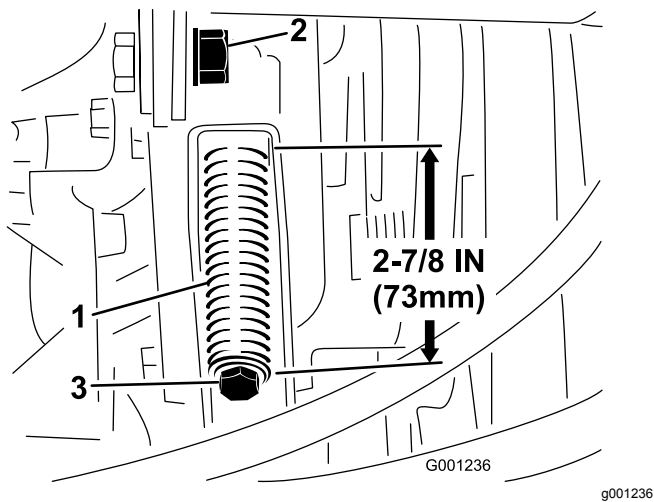

Figura 73
3. Desaperte a porca de retenção da barra de tensão (Figura 73).
4. Utilize uma chave de porcas com uma abertura de 1/2 pol. para apertar ou desapertar a mola tensora (Figura 73). Ajuste a mola de modo a ficar com um comprimento de 73 mm.
4. Utilizando uma chave de porcas com uma abertura de 1/2 pol., desaperte até ao fim a mola tensora da correia (Figura 73).
6. Instale a nova correia da tomada de força e ajuste a tensão da mola da polia para 73 mm de comprimento (Figura 73).
7. Aperte a porca de retenção (Figura 73) e feche o capot.